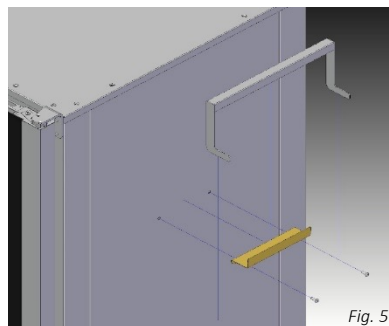

Fig. 5
- Sujete el soporte, que se utiliza para colgar el asa del carro, con los tornillos incluidos en el embalaje (fig. 5).